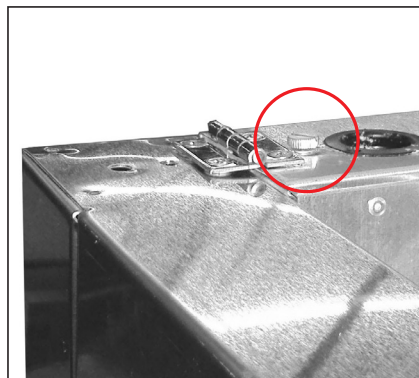

Fig. 1. Posizione del serrapollici.
2. Localizzare le viti serrapollici sulla parte superiore dell'armadietto. Si veda la Fig. 1.